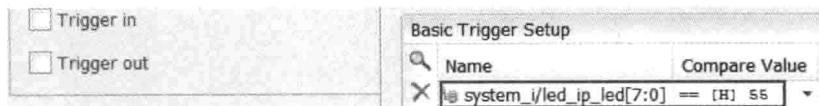

图 4.113 设置触发条件
- (4) 尝试其他操作数，并观察结果。
- (5) 选择 vio\_0\_probe\_out0，将其值变为 0。这样，将断开 VIO 的核和 math\_ip 的交互。
- (6) 在 ILA Cores 标签窗口下，选择 hw\_il\_1。然后，将 led\_ip\_led 信号拖到 ILA-hw\_il\_1 窗口。
- (7) 如图 4.113 所示，设置 LED 输出值为 55 时，hw\_il\_1 的触发条件触发捕获。